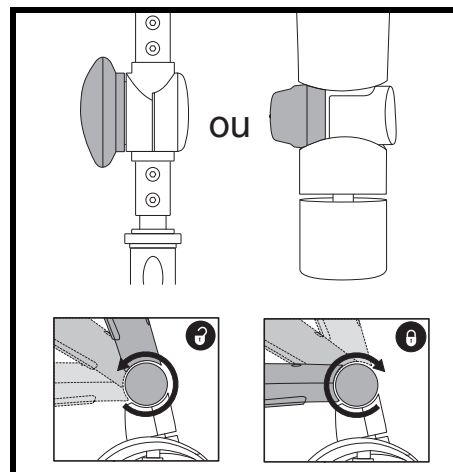

Figure 14. Réglage du guidon - Deux Variations
### REGLAGE DE L'INCLINAISON DU GUIDON (VOIR LA FIGURE 14)
1. Desserrez les boutons de réglage. **Voir la figure 14.**